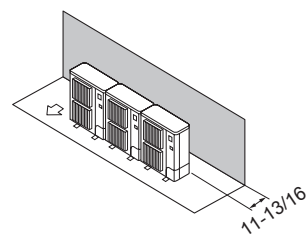

Fig. 2-12
- ① Obstacles à l'arrière (Fig. 2-12)